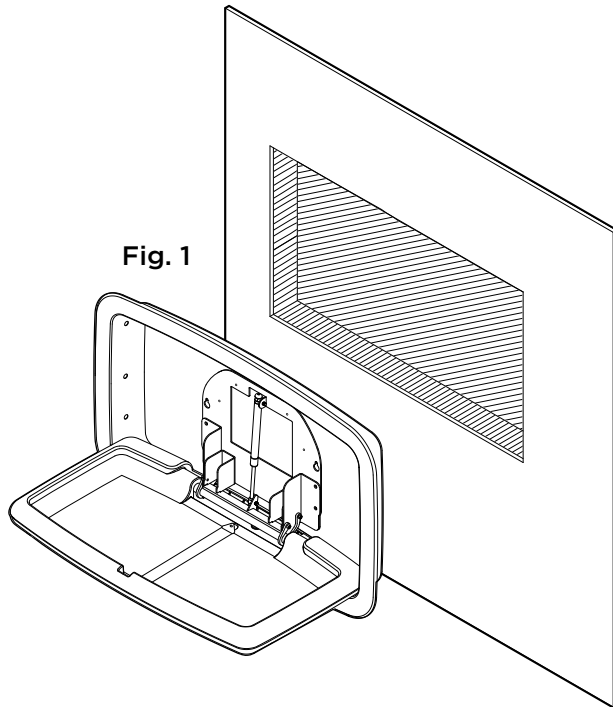

Fig. 1
- Prepare la abertura preliminar en la pared según la ficha de datos técnicos. Asegúrese de que la parte superior del montante inferior esté a 26 9/16" (675 mm) para garantizar la altura de montaje correcta. **Fig. 1** Para obtener más información, visite [www.koalabear.com](http://www.koalabear.com).